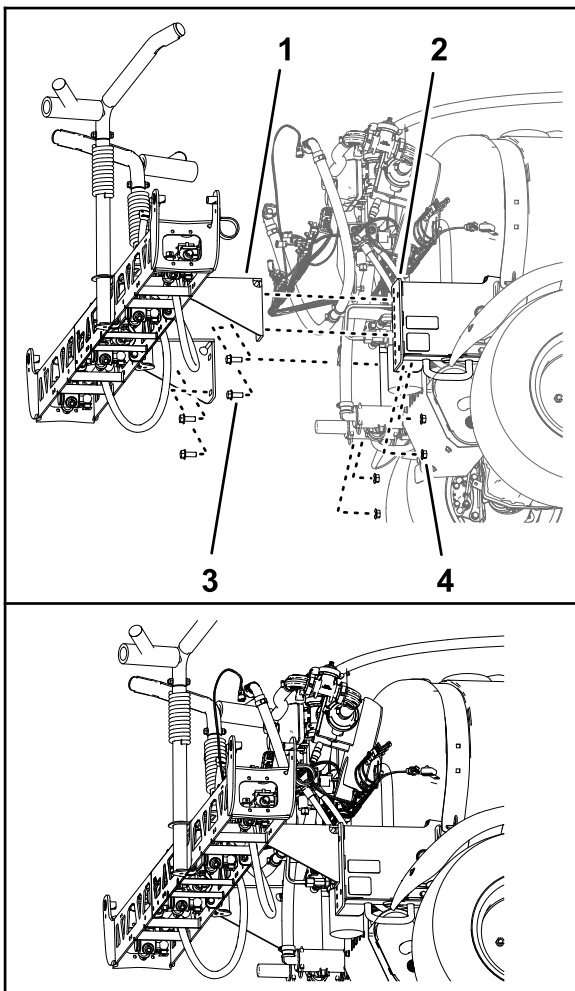

Figura 93
1. Usando un equipo de izado con la capacidad de izado especificada, eleve la sección de fumigación central y alinee los orificios del soporte de la sección de fumigación (Figura 93) con los orificios de la placa de montaje del bastidor de la máquina que identificó en el paso 3 de Retirada de la sección de fumigación central (página 23).
2. Monte la sección de fumigación central en los perfiles de montaje (Figura 93) con los 4 pernos con arandela prensada (1/2" x 1 1/4") y las 4 contratuercas con arandela prensada (1/2") que retiró en el paso 4 de Retirada de la sección de fumigación central (página 23).